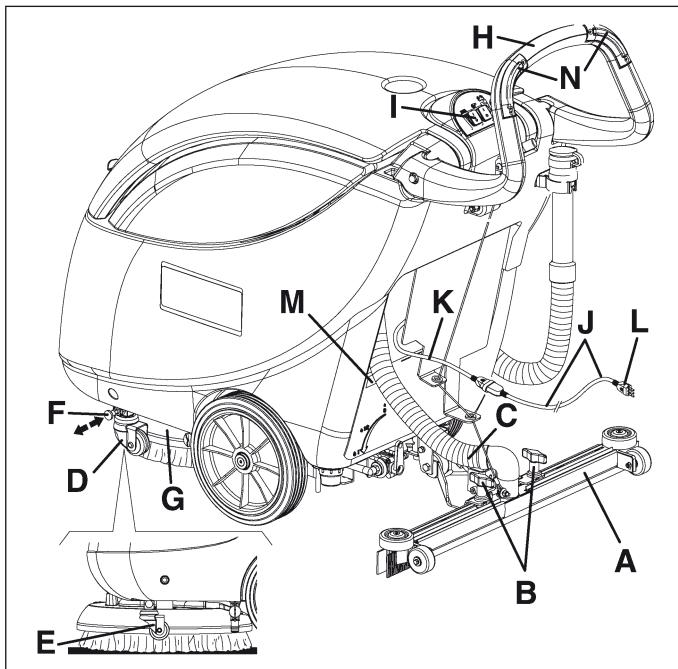
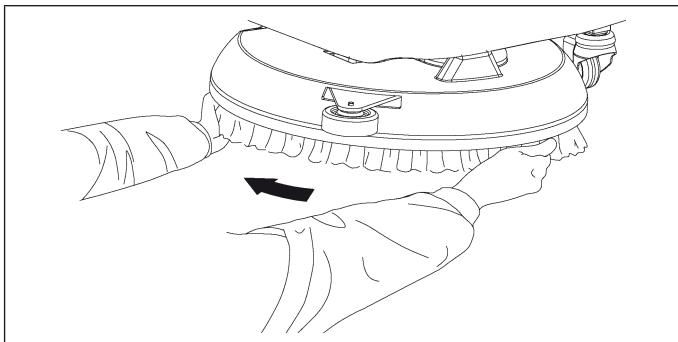

Figure 5
Figure 7
1. Instalar la boquilla (A, Fig. 5) y fijarla con las empuñaduras (B), luego conectar el tubo de aspiración (C) a la boquilla.
3. Desactivar el dispositivo de estacionamiento (D, Fig. 5) de la máquina, llevándolo en posición (E) después de haber insertado la clavija relacionada (F).
4. Levantar la cobertura del cepillo (G, Fig. 5) presionando sobre el manillar (H).
6. Bajar la cobertura (G, Fig. 5) sobre el cepillo/portafiltro mediante el manillar (H).
7. Conectar la extensión en dotación (J, Fig. 5) con el cable de alimentación (K). Conectar el enchufe (L) de la extensión a la red eléctrica.
Antes de conectar la máquina a la red eléctrica, asegurarse de que la frecuencia y la tensión indicadas en la placa del número de serie y de los datos técnicos (M, Fig. 5) coincidan con la tensión de la red.
8. Poner el interruptor (I, Fig. 5) del cepillo en posición "I", luego pulsar por algunos segundos uno o ambos los interruptores (N) para que el cepillo/portafiltro se enganche. Si es difícil enganchar, girar manualmente el cepillo/portafiltro en sentido antihorario (véase Fig. 7, página siguiente).